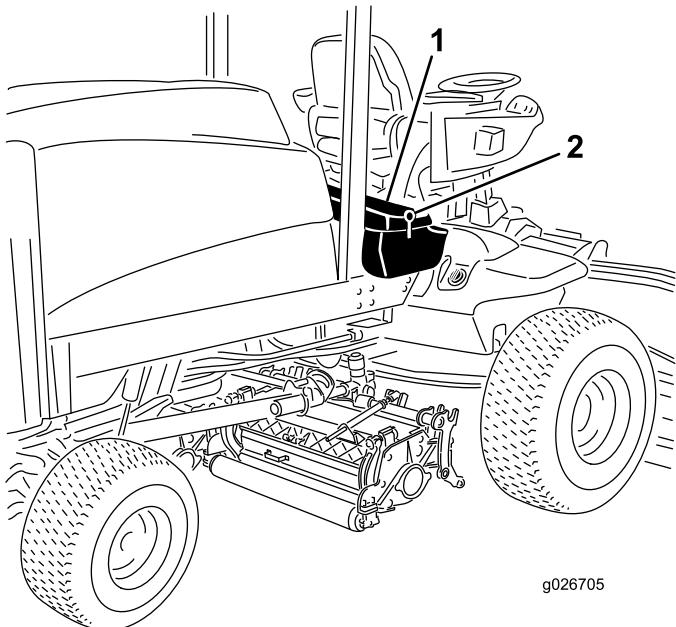

Figura 80
1. Sbloccate e sollevate il pannello comandi dell'operatore (Figura 80).